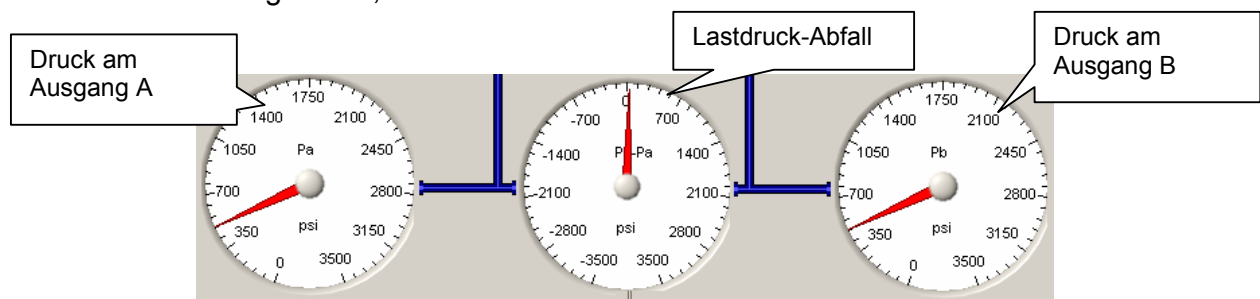

Abb.24. Druckangaben
12. Die Manometer DP, PA und PB zeigen die Drücke an den Verbraucheranschlüssen und den Lastdruck (Abb.24).